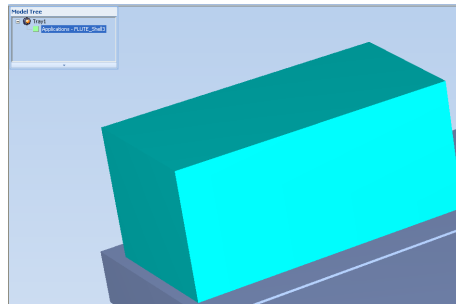

Figure 5-35: Modèle affiché avec boîte englobante
- Avec *Bounding Box* (Rectangle englobant) (voir la figure 5-35 à la page 5-31)